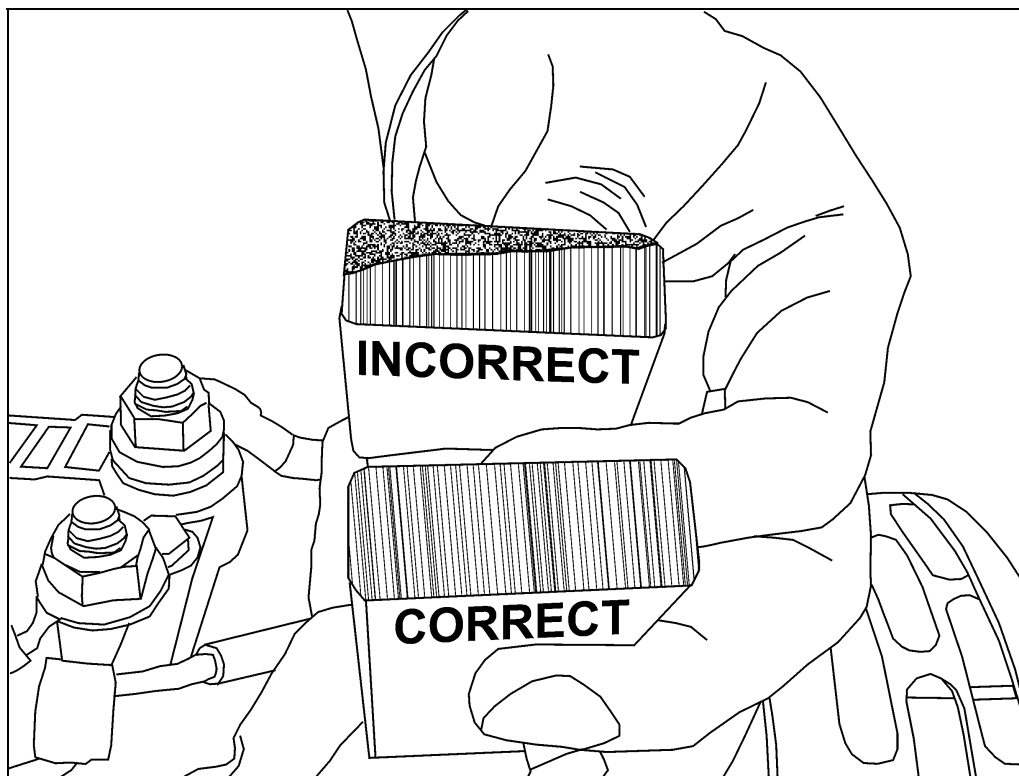

FIGURE 5
- c. Répéter la méthode a ou b jusqu'à ce que les balais soient usés au profil exact du collecteur. La zone frottante des balais ne doit pas être inférieure à 80% de la surface totale de la face (Voir la figure 5).